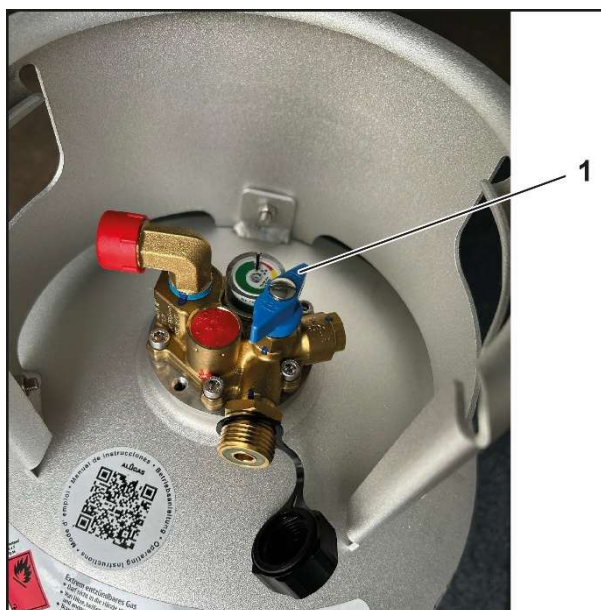

Fig. 10
1. Cierre la válvula de cierre de gas (Fig. 10/1).